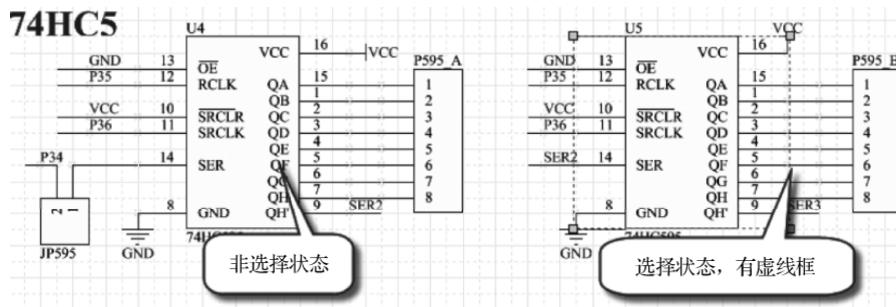

图 2-26 选择和非选择状态
(1) 单一“\”符号代表负信号：使整个网络名的上方出现上画线，如“N\E\T\”表示的信号为“NET”。
(2) 单击清除选中状态：单击空白处退出选择状态，有利于在多选环境下退出选择。
(3) 颜色选项：选择状态的颜色显示，选中元件或文字等时，会显示一个设定颜色的虚线框，以区别选择和非选择状态，如图 2-26 所示。